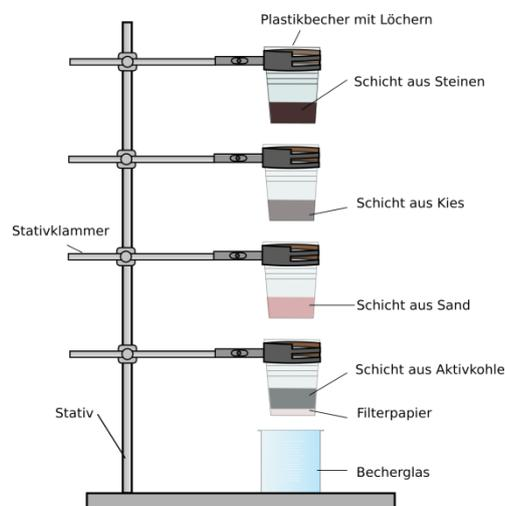

Abb. 1 - Aufbau der Wasseraufbereitungsanlage:
**Durchführung:** Die Plastikbecher werden zu Beginn mit einigen Löchern (1-2 mm) am Boden versehen. Die Kläranlage wird wie in Abbildung 1 aufgebaut. Das Schmutzwasser wird aus den angegebenen Materialien oder anderen Schmutzquellen angerührt und in das oberste Becherglas gegeben.
**Aufgabe 2** – An dieser Stelle ist keine Musterlösung möglich, da jedes System, welches das Wasser auf reinigt richtig ist. Im optimalen Fall ähnelt die Wasseraufbereitungsanlage Abbildung 1. Jedoch gibt es auch die Möglichkeit eine Anlage aus einem Becher zu bauen, die einzelnen Becher ohne Stativ und Klammern ineinander zu stellen oder auch einzelne Filter weg zu lassen. Die Ergebnisse der SuS müssen im Vergleich betrachtet und diskutiert werden.